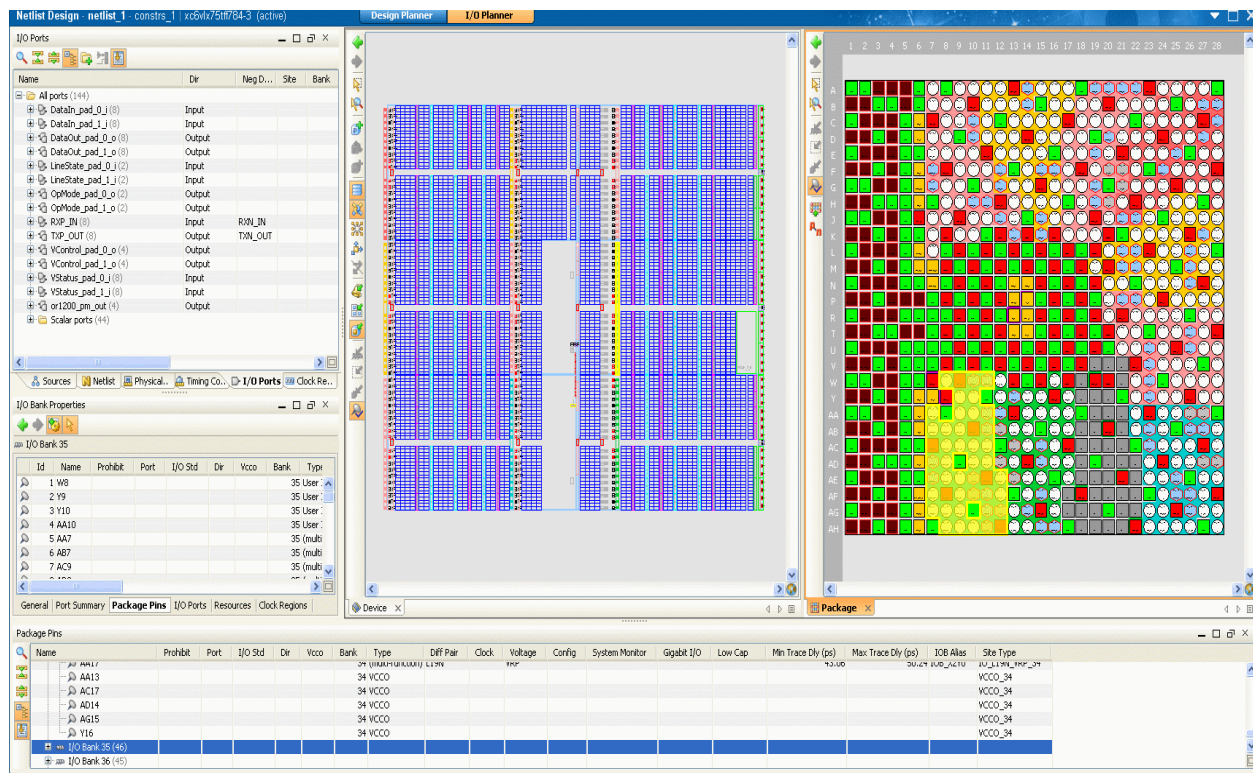

図 8-4 : I/O バンクのロケーションおよびリソースの表示
- [I/O Bank Properties] ビューで [General] タブをクリックします。237 ページの図 8-4 は、I/O バンクを表示しています。